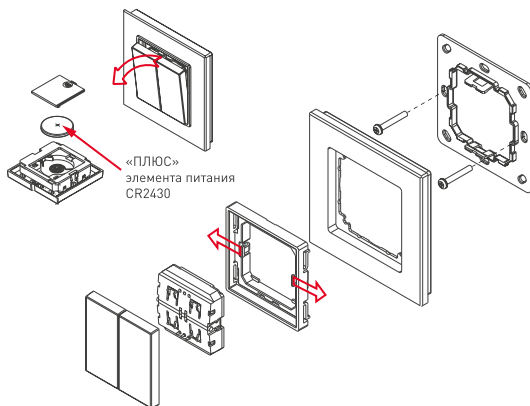

Рисунок 1. Установка элемента питания и монтаж панели.
- 3.2. Установите элемент питания CR2430 в панель (см. Рис. 1).